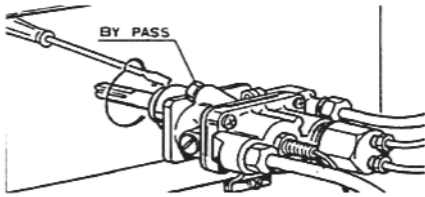

Рисунок 16
- Найдите регулировочный винт терморегулятора или крана (смотрите рис. 16).